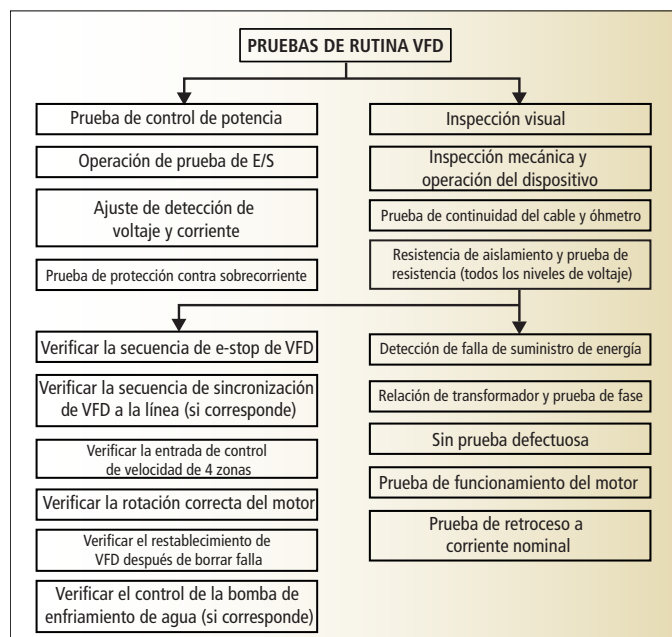

Figura 3: Control de Calidad de VFD y pruebas de rutina
3. Control de calidad de VFD / pruebas de rutina: estas pruebas se realizan en VFD de producción independientemente de si el comprador solicita una prueba de aceptación. La Figura 3 describe algunas de las principales áreas de prueba que se realizan en los VFD.